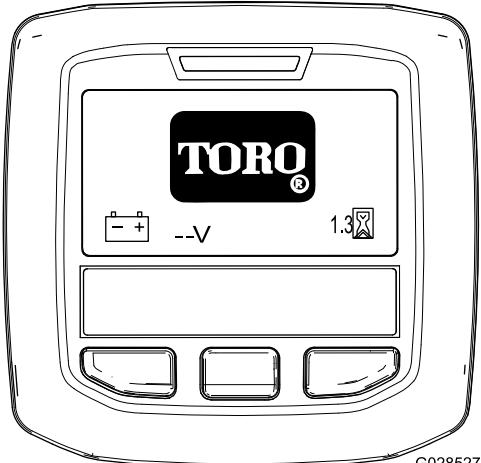

Bild 59
**Hinweis:** Das InfoCenter leuchtet auf und zeigt den Initialisierungsbildschirm an (Bild 59).